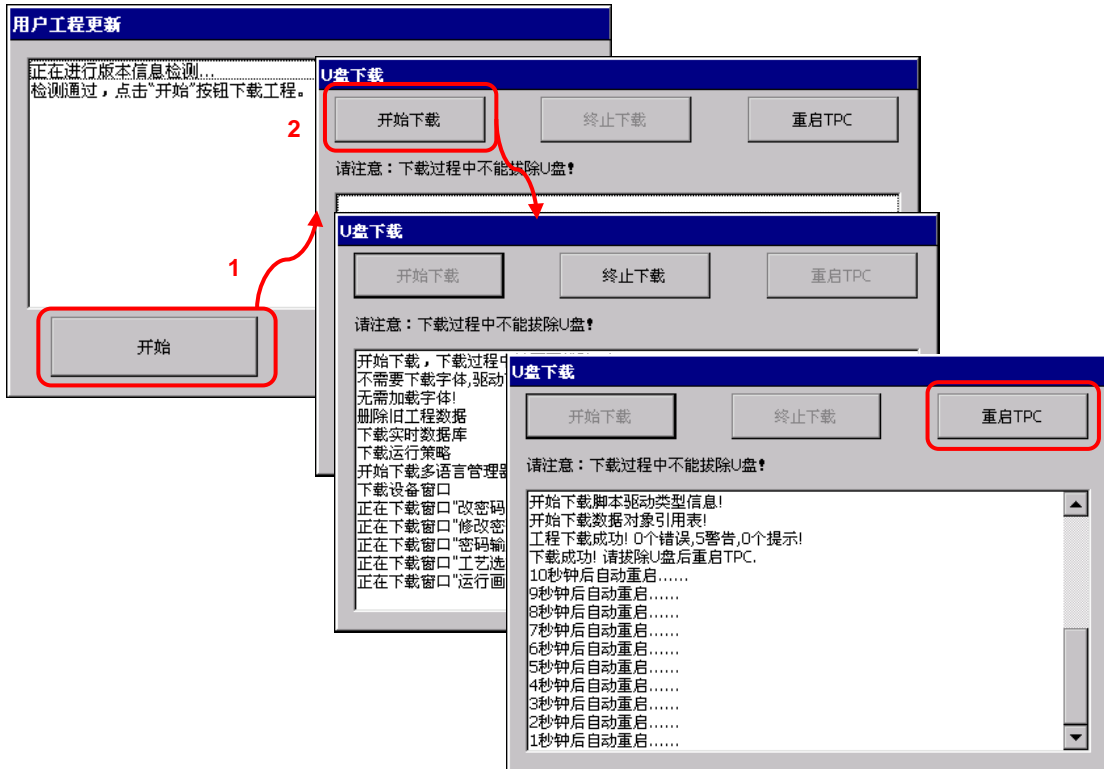

图 3.3.3
■ 进入U盘综合功能包功能选择界面后，按照提示，选择“用户工程更新”→“开始”→“开始下载”进行工程更新，下载完成拔出U盘，触摸屏会在10s后自动重启，也可手动选择“重启TPC”。重启之后，工程就成功更新到触摸屏中了。如图3.3.3所示。